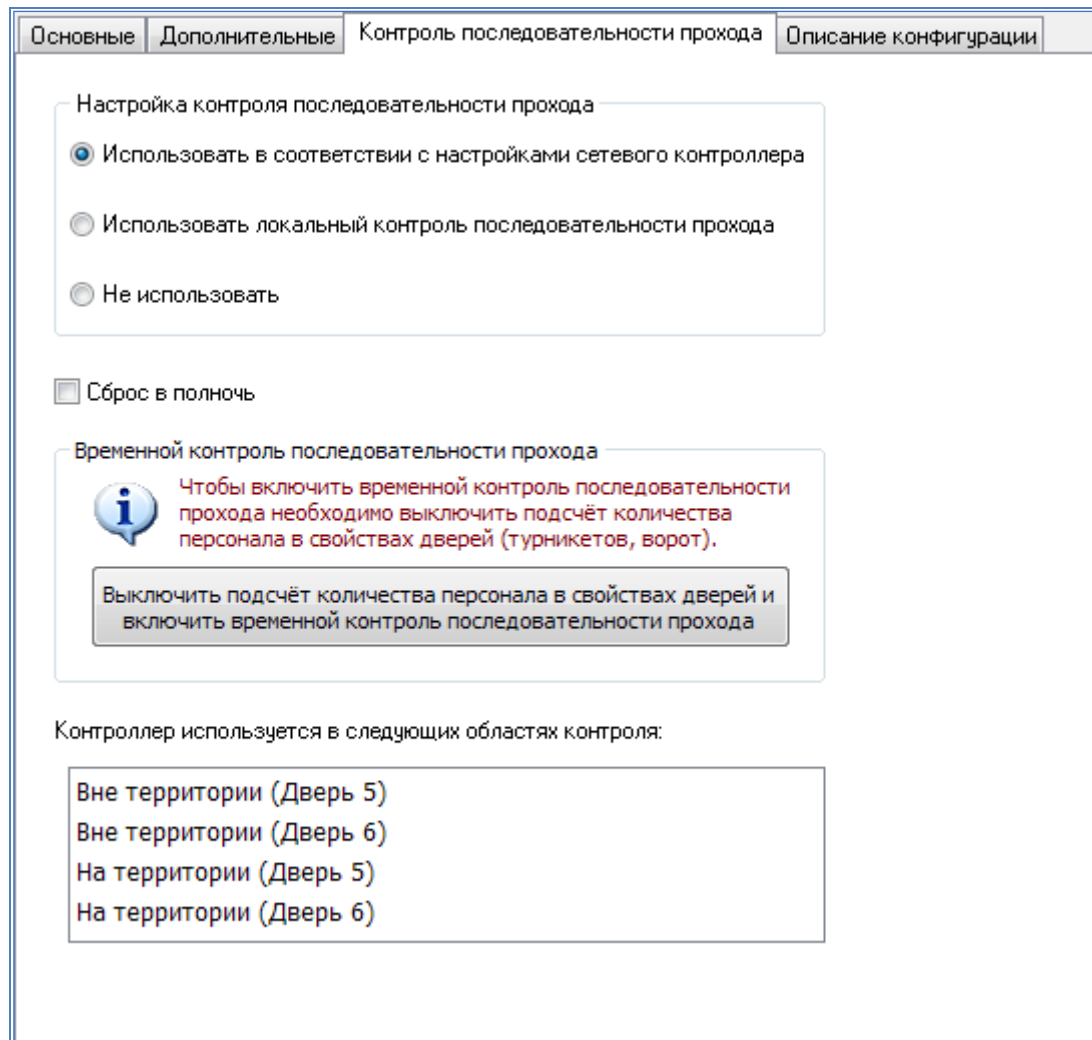

Рисунок 43 – Настройки контроля последовательности прохода при включенном подсчёте количества персонала в свойствах дверей
***Внимание!** Режим временного контроля последовательности прохода доступен для контроллеров имеющих номер версии встроенного ПО 2.53 или старше и установленный модуль расширения памяти. Кроме того, для работы этого режима должна быть включена опция **«Расширенные возможности настройки»** и выключена опция **«Вести подсчёт количества персонала в областях контроля»** в свойствах дверей (турникетов, ворот) (рисунок 43).*